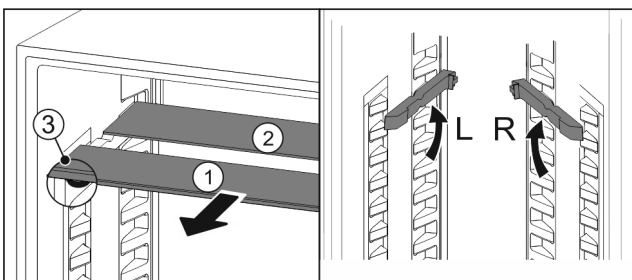

Fig. 57
- ▶ Trekk glassplatene enkeltvis fremover og ut Fig. 57 (1).
- ▷ Glassplate Fig. 57 (1) med pyntelist ligger foran.
- ▷ Stoppere Fig. 57 (3) peker nedover.